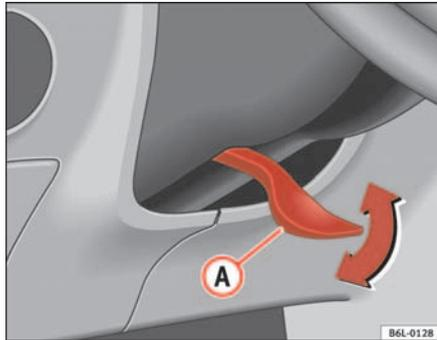

Abb. 92 Lenkradposition einstellen
- Schwenken Sie den Hebel ⇒ Abb. 92 unter der Lenksäule nach unten ⇒ ⚠.